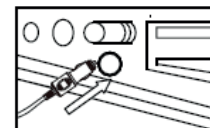

Figur 1
- * Slut den ene ende med fleksibel slange adapter med luftpumpe inflation indløbet (1), og drej med uret for at stramme det, som figur 1.